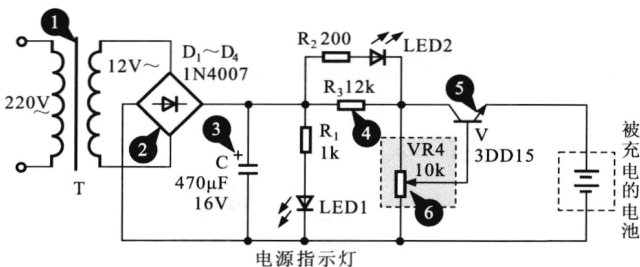

图 1-7 可调电阻器在电池充电电路中的应用
可调电阻器在电池充电电路中的应用见图 1-7。
图 1-7 中是可调电阻器在电池充电电路中的应用。为实现可以对不同数量的电池进行充电, 在电路中常选用 10 kΩ 的可调电阻器或电位器作为电压调整器件。市电经变压器 T (图中的①) 变成交流 12 V 电压后由二极管 $D_1 \sim D_4$ (图中的②) 进行桥式整流。再经电容 C (图中的③) 滤波, 电阻器 R_3 (图中的④) 限流后由三极管 V (图中的⑤) 和可调电阻器 VR4 (图中的⑥)